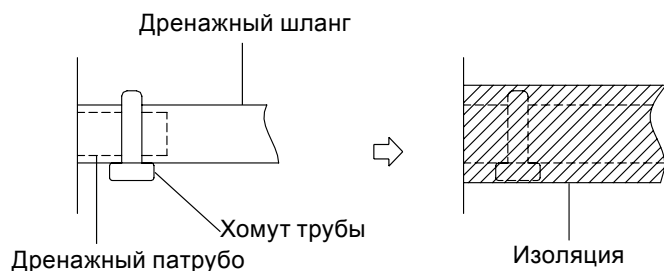

Рис. 6.1
2. Подсоедините трубу для отвода воды к дренажному патрубку блока. Наденьте на конец шланга теплоизоляционный материал и надежно закрепите его с помощью хомута. (Рис. 6.1).